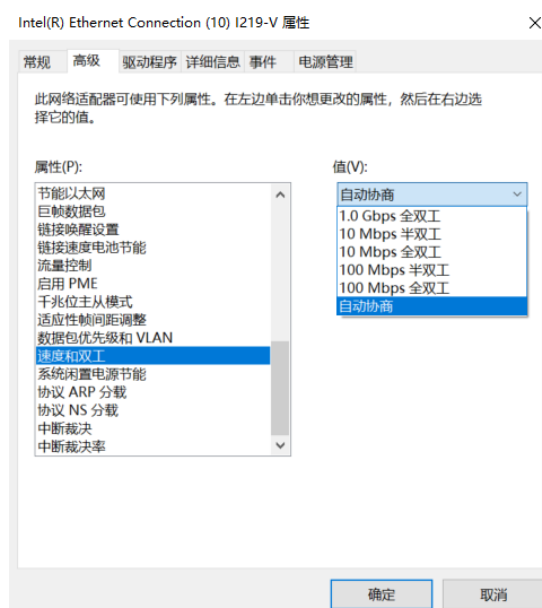

图3-3 网卡属性高级设置
3. 单击“配置”，选择“链接速度”或“高级”设置为“自动协商”或“100Mbps 全双工”，确保网络速度为百兆以上，如图 3-3 所示。